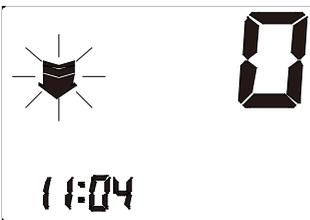

Abbildung 6-3
- c. Nachdem die Speichereinheit ausgewählt wurde, beginnt das Gerät den Nulldruck zu suchen. Siehe Abbildung 6-3.